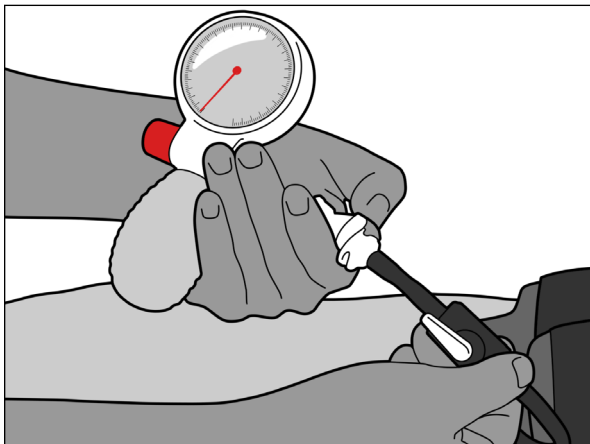

Fig. 21
2. Scollegare il raccordo a sgancio rapido premendo il pulsante grigio sul raccordo (Fig. 21).